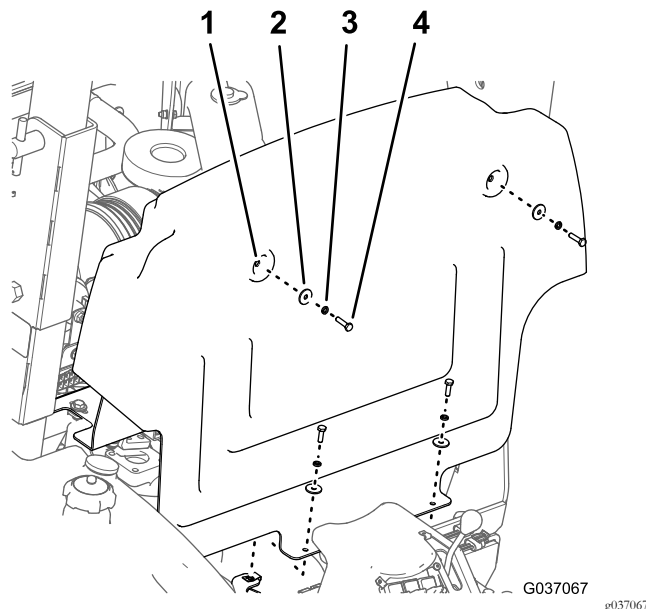

Figura 6
1. Rimuovete i 4 bulloni (6 x 25 mm), le 4 rondelle di bloccaggio (6 mm) e le 4 rondelle piane (6 mm) che fissano il pannello di supporto al telaio della macchina (Figura 6).
2. Spostate il pannello in alto e in avanti e rimuovetelo dalla macchina (Figura 6).
1. Allineate i 4 fori nel pannello di supporto ai 4 dadi a clip sul telaio; fate riferimento a Figura 6 in Rimozione del pannello di supporto \(pagina 3\).
2. Fissate il pannello di supporto al telaio della macchina con i 4 bulloni, 4 rondelle di bloccaggio e 4 rondelle piane; fate riferimento a Figura 6 in Rimozione del pannello di supporto \(pagina 3\).